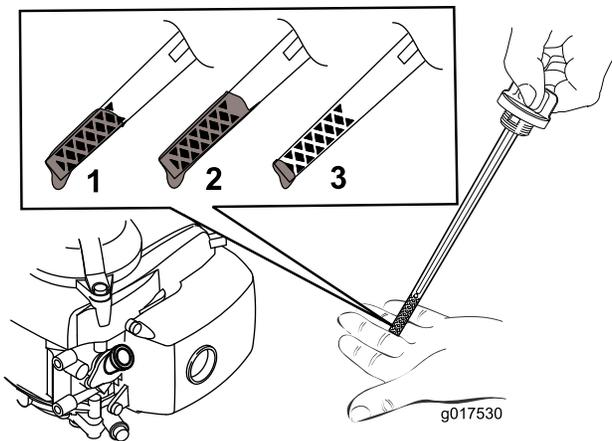

Figure 10
5. Pour déterminer le niveau d'huile correct indiqué par la jauge, voir (Figure 10).
Remarque: Versez de l'huile dans le carter moteur jusqu'à ce que la jauge indique le niveau correct, comme montré à la Figure 10. Si vous remplissez excessivement le carter moteur, vidangez l'excédent d'huile comme expliqué sous Vidange de l'huile moteur \(page 15\).